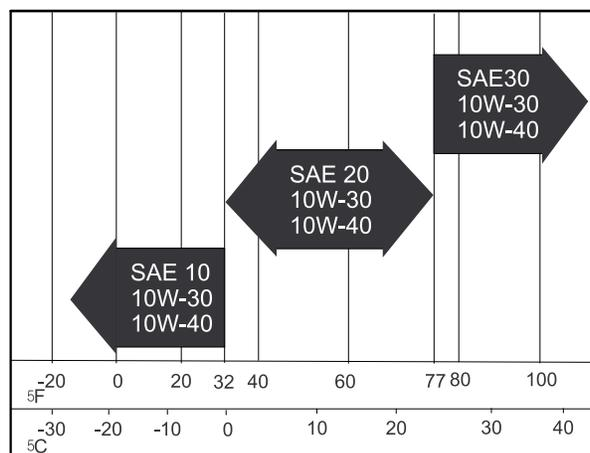

図 43
**オイルの粘度** 図 43に示す図から使用環境の外気温度に合わせて適切な粘度を選択する。